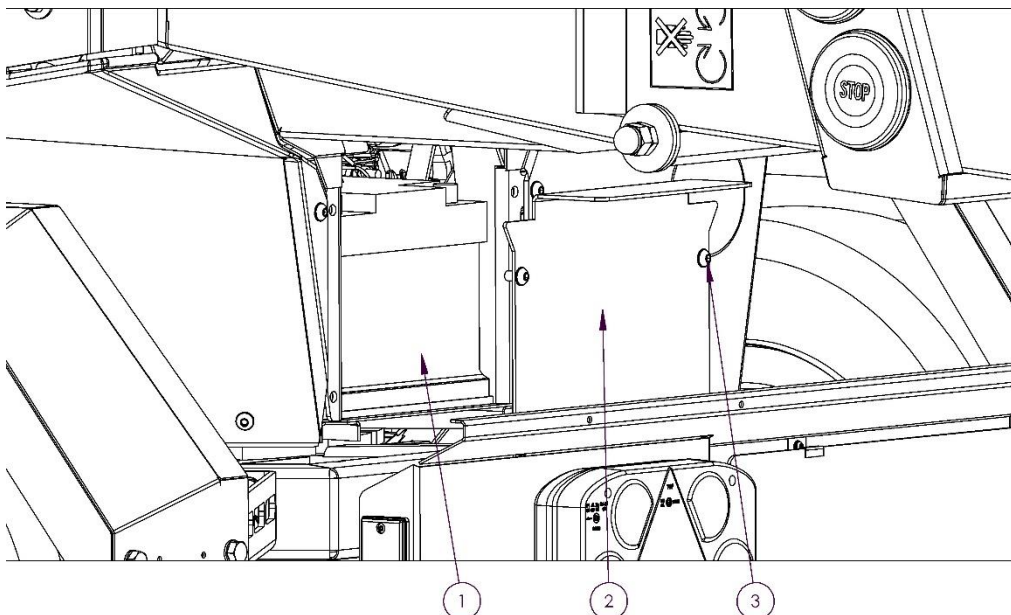

Abbildung 19
2. Um Zugang zur Batterie zu erhalten, entfernen Sie die Rückwand, wie in Abb. 19 gezeigt.